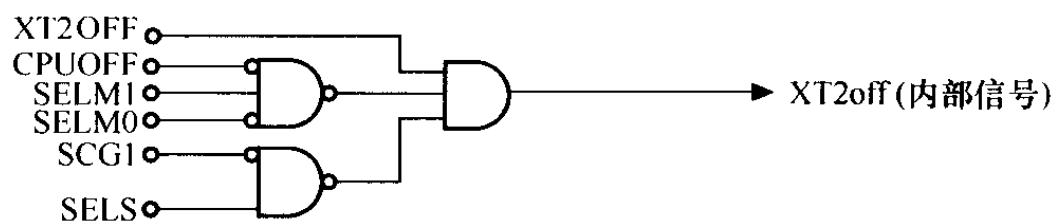

图 1-8 XT2 振荡器逻辑控制
(3) XT2 接 450kHz~8MHz 的标准晶体振荡器, 此时振荡器要接负载电容, 不用时可以关闭。图 1-8 为 XT2 振荡器逻辑控制图。